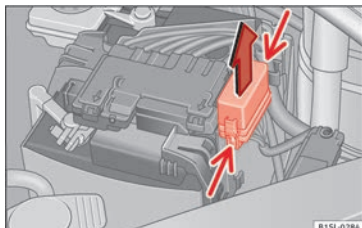

Fig. 83 Dans le compartiment moteur : cache du boîtier de fusibles.
- Appuyez sur les languettes de verrouillage dans le sens indiqué par la flèche (flèches fines) pour déverrouiller le cache de la boîte à fusibles » fig. 83.